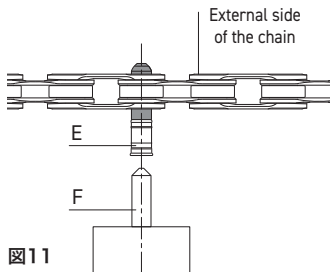

図11
- 押し込んでいく部分の先端にあるテーパ型チップ・ピン (F) (図11) が、コネクト・ピン ウルトラ・リンク™ ULTRA-LINK 5-CN-SR600 (E) (図11) の中心に合わせていることを確認します。